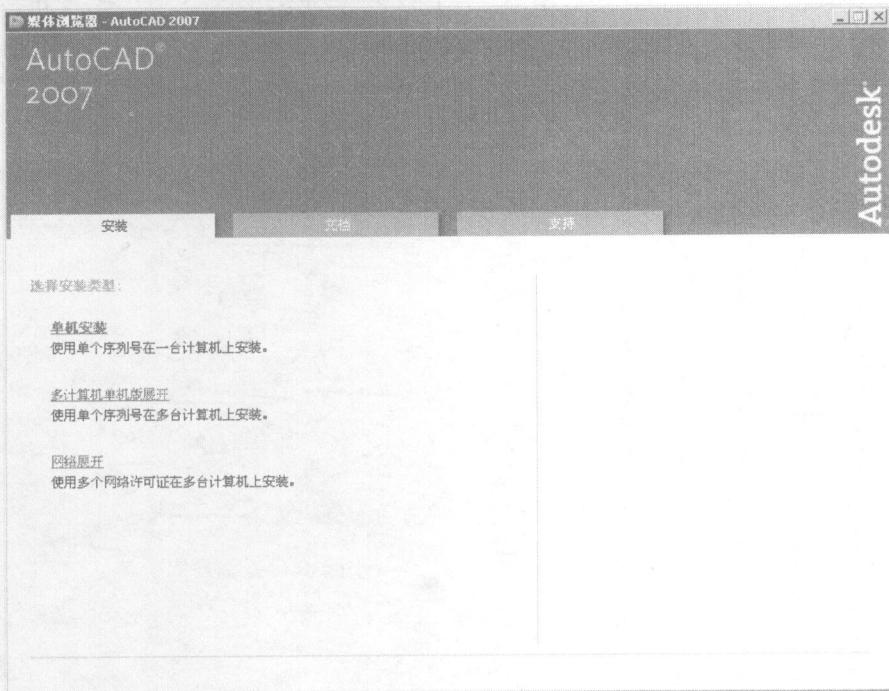

图 1-1 AutoCAD 2007 媒体浏览器
- (1) 将 AutoCAD 2007 的安装光盘插入计算机的 CD-ROM 驱动器。
- (2) 在如图 1-1 所示的 AutoCAD 2007 媒体浏览器中的“安装”选项卡中单击“单机安装”。
- (3) 在显示的“单机安装”向导界面中单击“安装”按钮。
- (4) 在 AutoCAD 2007 安装向导中，按照界面中的说明进行操作。请确保产品序列号可用，没有序列号将无法安装 AutoCAD 2007。